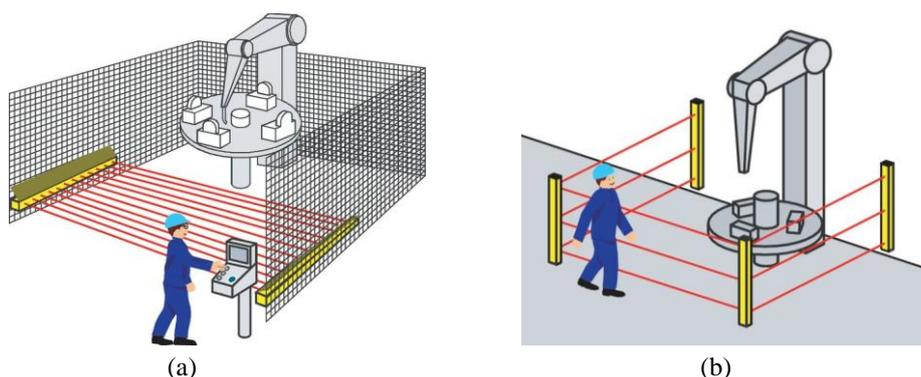

Figura 1.94 – (a) Aplicação horizontal de uma cortina de luz. (b) Cortina de luz para controle de acesso a um perímetro.
►► **Exemplo 13** – Aplicação: cortina de luz (segurança industrial) – Figura 1.94.